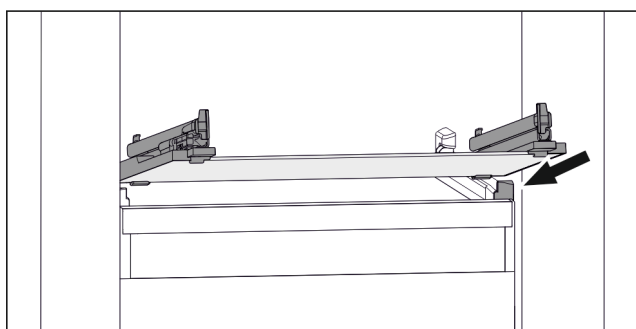

Fig. 119 Simbolična slika steklene plošče
- ▶ Stekleno ploščo postavite v poševnem položaju za zaustavljalniki. (glejte Fig. 119)